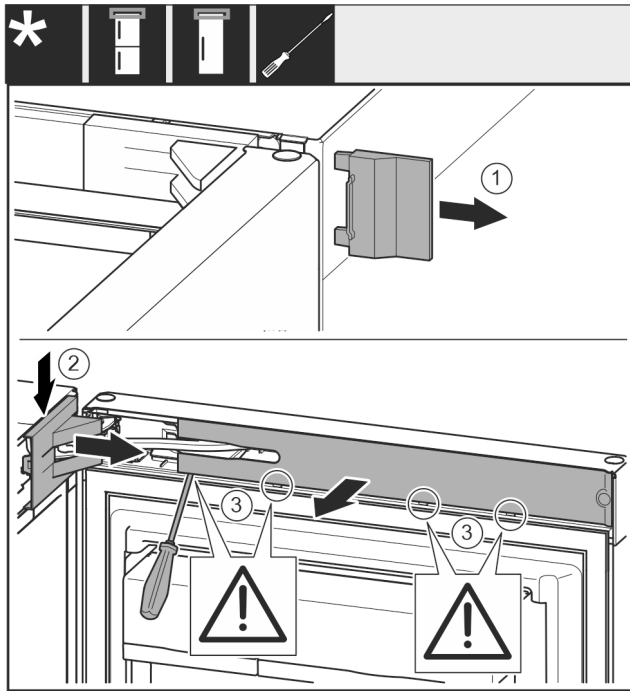

Fig. 8
- ▶ Snemite zunanji pokrov. Fig. 8 (1)
- ▶ Snemite in odstranite pokrov ležajnega podstavka. Snemite pokrov ležajnega podstavka. Fig. 8 (2)
- ▶ S ploščatim izvijačem staknite zaslonko in jo obrnite v strani. Fig. 8 (3)